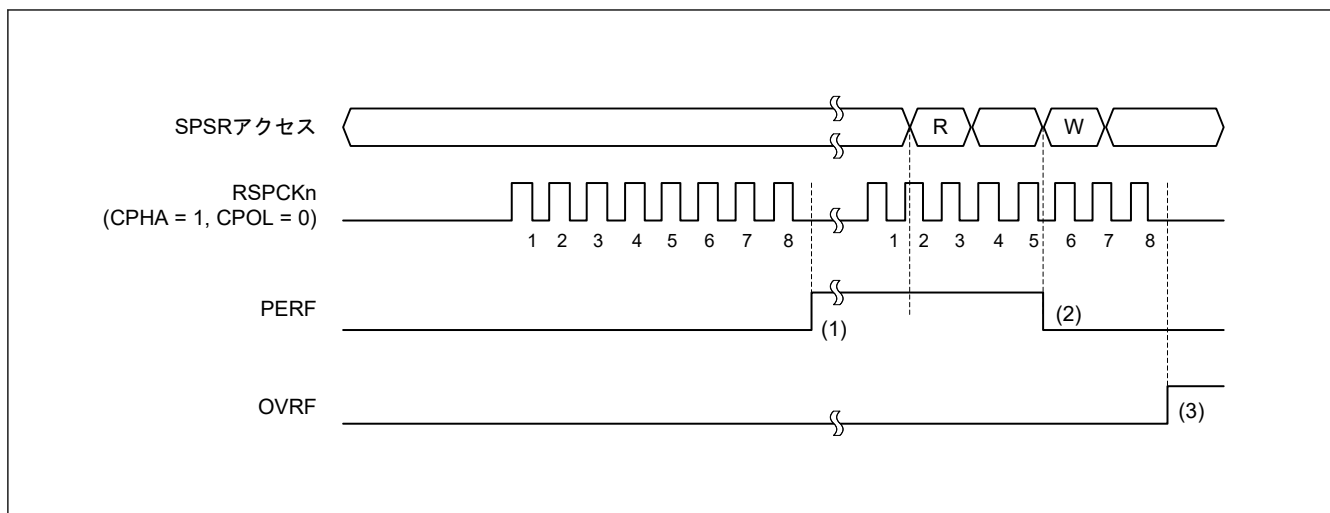

図 30.31 OVRF フラグおよび PERF フラグの動作例
図 30.31 に OVRF フラグと PERF フラグの動作例を示します。図 30.31 に記載の SPSR アクセスは、SPSR レジスタへのアクセス条件を示します。W は書き込みサイクル、R は読み出しサイクルを示します。この例では、SPCR2.SPPE ビットが 1 の状態で全二重シリアル通信を行います。SPCMD0.CPHA ビットが 1、かつ SPCMD0.CPOL ビットが 0 の設定で、SPI は 8 ビットのシリアル転送を実行します。RSPCK_n 波形の下に記載した数字は RSPCK サイクル数 (= 転送ビット数) を示しています。
以下に、図 30.31 の (1) ~ (3) に示したタイミングでのフラグの動作内容を説明します。